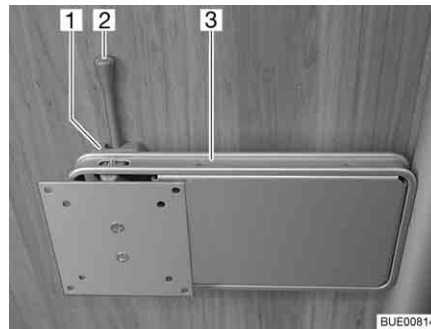

Fig. 59 Support sur colonne
- Pousser le levier de déverrouillage (Fig. 59,2) sur le côté et pivoter le support (Fig. 59,3) et l'écran plat pour les amener en position souhaitée.
- Pivoter l'écran plat en sens inverse, jusqu'à ce que le support (Fig. 59,3) s'enclenche dans le verrouillage (Fig. 59,1).